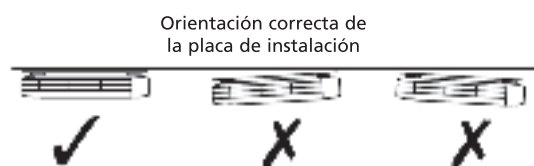

Ilustración 8
- a. Coloque la placa de montaje ① en sentido horizontal sobre una pared suficientemente resistente y mantenga libre un espacio alrededor de la misma. Véase ilustración 8.
- b. Si la pared es de ladrillo, hormigón o materiales similares, practique ocho orificios de 5 mm de diámetro con un taladro. Introduzca los ganchos de anclaje (2) apropiados para los tornillos de montaje ③.
- c. Fije la placa de instalación ① a la pared mediante ocho tornillos de tipo A ③.